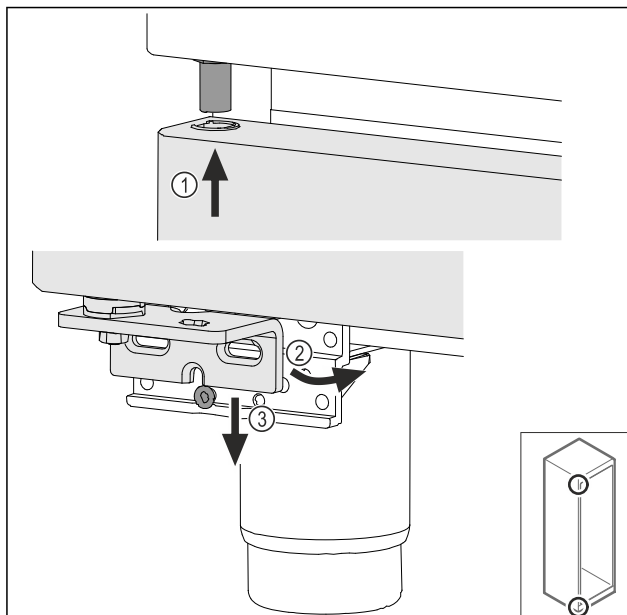

Fig. 45
- Inserire la porta leggermente inclinata in alto Fig. 45 (1), addezzare la porta Fig. 45 (2) e posizionarla in basso sulla vite del blocco di supporto Fig. 45 (3).